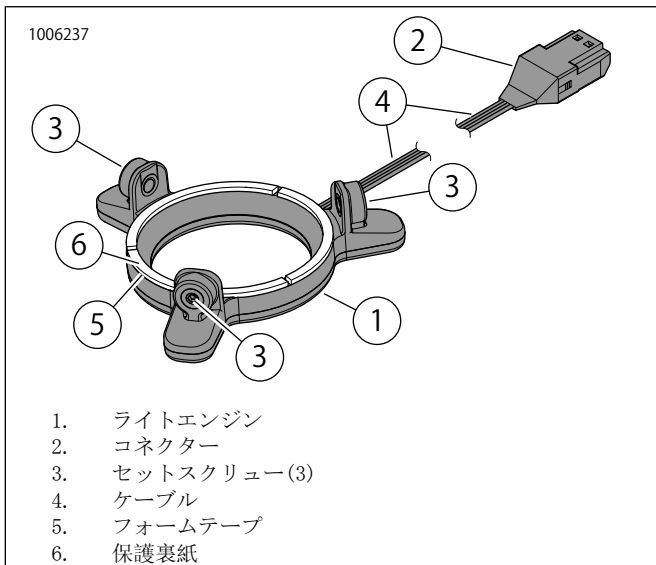

図2。LEDライト、ラウンドステージIIスピーカー
3. 図2を参照してください。ライトエンジン(1)の裏にあるフォームテープ(5)から保護裏紙(6)をはがします。